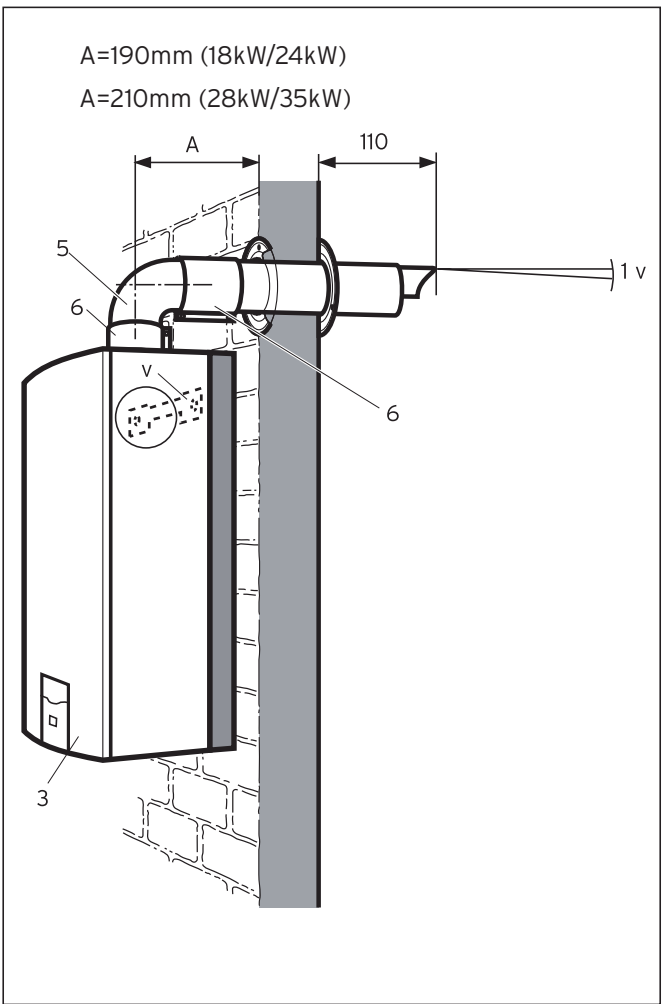

图 5.2
- 如果烟道从壁挂炉的上部向后排出，就可以直接使用设备包装内的安装挂图，按照挂图上所示的烟道位置确定烟道的出墙位置。参考图 5.2。
- 如果烟道从壁挂炉的上部向侧面排出，烟道出口的位置要结合安装挂图上所示的烟道位置和烟道中心距墙的间距来确定。烟道中心距墙的间距参考图 5.2 尺寸 A。